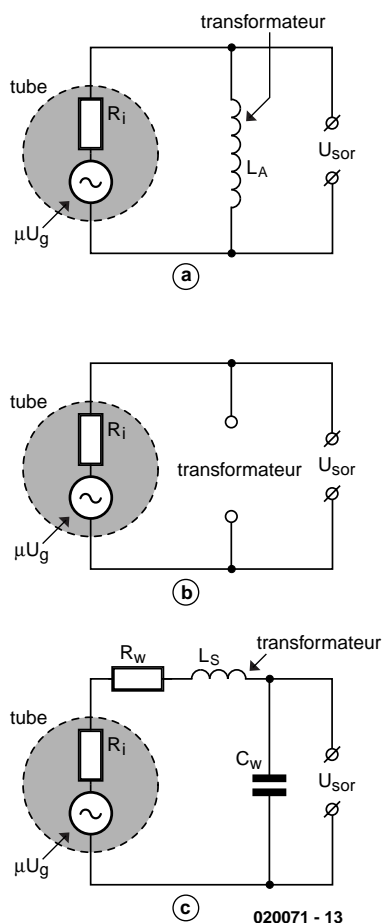

Figure 3. Schéma de substitution d'un transformateur de sortie.
En **figure 3** nous vous proposons un transformateur piloté par un tube à électrons. En **figure a** nous sommes en présence d'une fréquence très faible. La self-induction primaire du transformateur doit être élevée en vue de limiter le courant et générer un flux magnétique suffisant sans pour autant entrer en saturation.
Revenons à notre transformateur de sortie (**figure 3**). L_S et C_W constituent également une boucle de résonance et lors d'un dépassement de la fréquence de résonance de fuite on constate des sauts de phase important pouvant entraîner une instabilité de l'amplificateur. Dans la dite plage de fréquences il faut, dans le cas d'un amplificateur à contre-réaction, que le gain en boucle ouverte ait diminué suffisamment pour que le produit gain \times contre-réaction ($A \times \beta$) soit inférieur à l'unité (1).